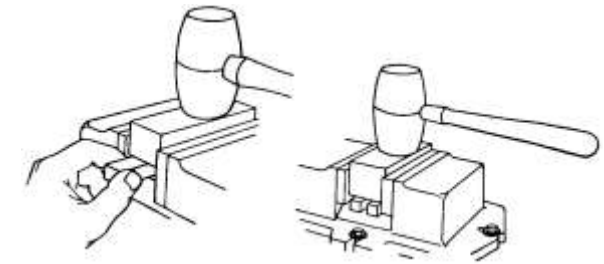

Рис.11
9. Установленная на подкладки заготовка должна быть выше губок тисков примерно на 10—15 мм. Установите заготовку в тиски на подкладку. Поворотом рукоятки тисков зажмите заготовку и, обстукивая ударами медного или латунного молотка, удостоверьтесь в надёжном её закреплении. При неплотном прилегании заготовки её следует ещё осадить ударами молотка и дополнительно закрепить. На Рис. 11, показана заготовка, установленная на одной и на двух параллельных подкладках.